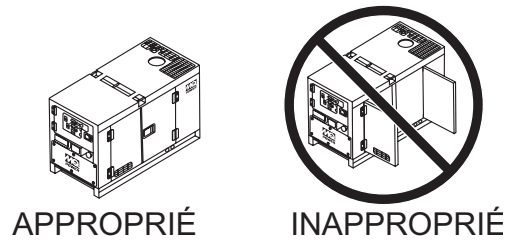

Figure 27. Portes du Coffret du Moteur
4. Fermez toutes les portes du coffret du moteur (Figure 27).